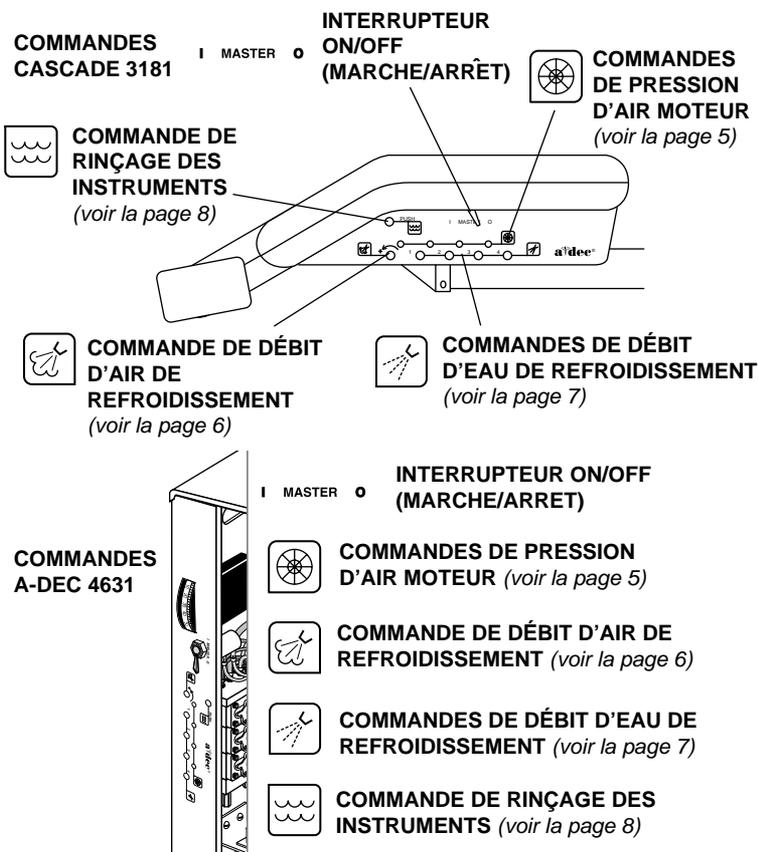

Figure 3. Commandes des instruments
- I MASTER O **L'interrupteur principal on/off (marche/arrêt)** (voir Figure 3) ouvre l'air, l'eau et l'électricité pour le système.
Les commandes de la pression d'air comprimé (voir Figure 3 à la page 3) permettent d'ajuster indépendamment la pression d'air comprimé dans chaque instrument.
La commande du débit d'air de refroidissement (voir Figure 3 à la page 3) sert à régler le débit d'air de refroidissement vers tous les instruments.
2. Localiser la commande de refroidissement par air (voir Figure 3 à la page 3).
Les commandes de débit d'eau de refroidissement sont utilisées pour régler le débit pour chaque pièce à main (voir Figure 3 à la page 3).
2. Localiser les commandes de débit d'eau de refroidissement (voir Figure 3 à la page 3).